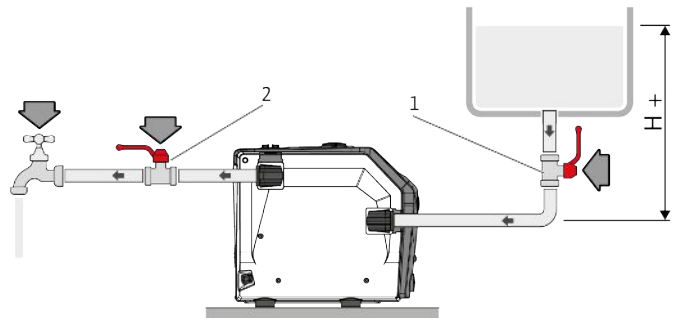
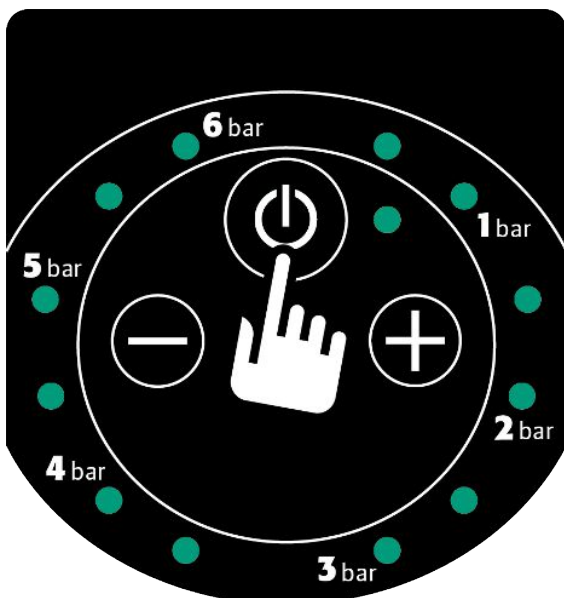

Fig. 8: Lastdrift
Fig. 11: Betjeningsstast på/av
1. Trykk betjeningsknappen på/av én gang (Fig. 11) hvis produktet er installert i lastdrift (Fig. 8).
2. Trykk på betjeningsknappen «På/av» på kontrollpanelet (Fig. 11).